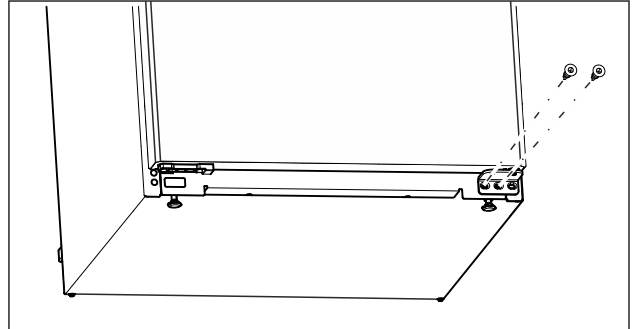

Fig. 10
- Në bazamentin mbështetës poshtë, lironi vidën e mesit me një kaçavidë Torx 20. (shihni Fig. 10)
- Në bazamentin mbështetës poshtë, lironi vidën e brendshme me një kaçavidë Torx 20. (shihni Fig. 10)